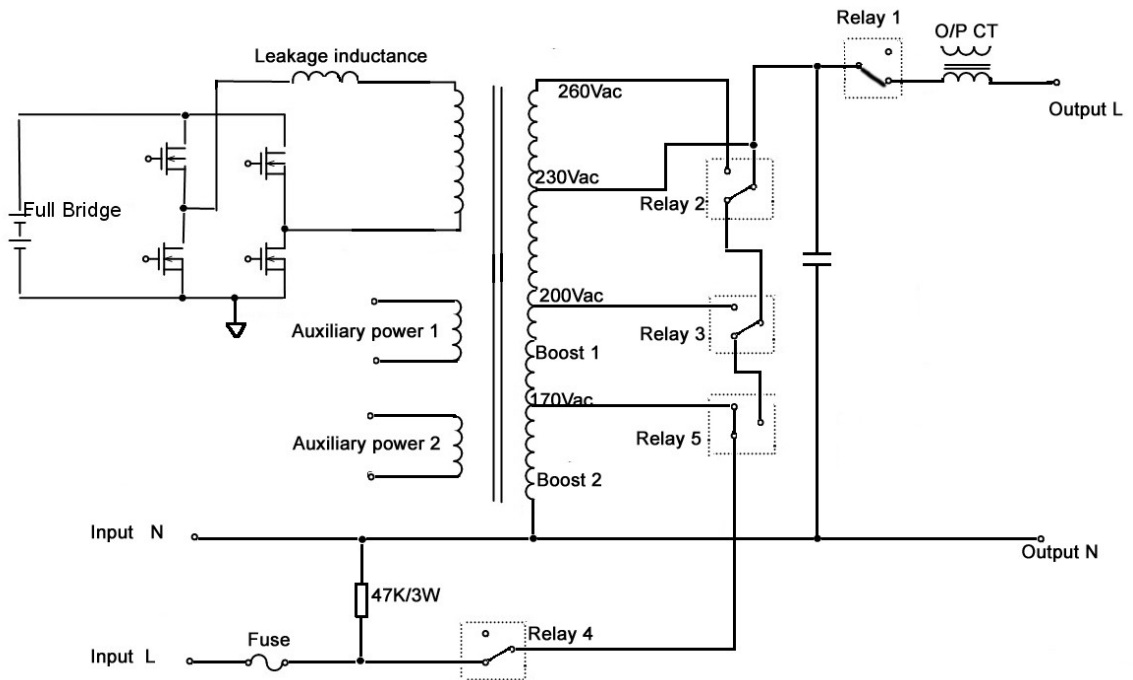

Рис.2.3 ИБП в режиме стабилизации (повышения) входного напряжения (Boost 2)
- если входное напряжение $\leq 170VAC$, AVR подключает к трансформатору повышающую обмотку Boost 2 (реле 5), обеспечивая нормальное напряжение на нагрузке и корректное напряжение заряда АБ. Контроль мощности нагрузки и выработка служебных напряжений осуществляется аналогично нормальному режиму (см. рис.2.3)